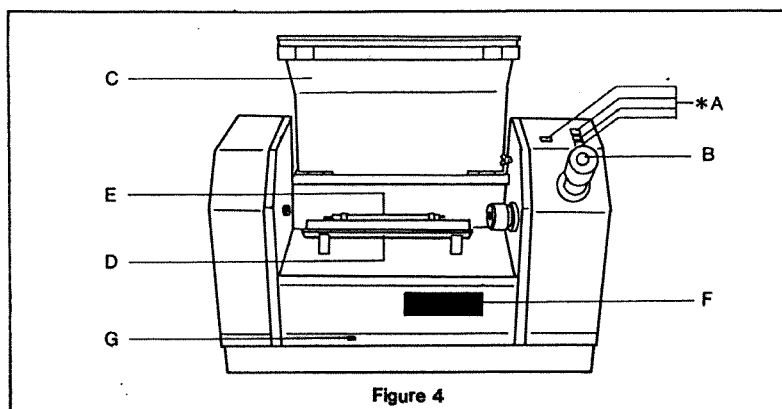

Figure 4
2. 1. Face avant et chambre échantillon (figure 4)